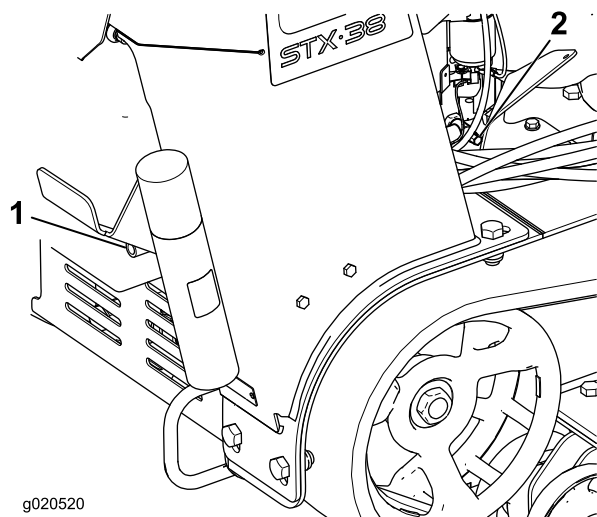

Figure 32
4. Placez un bac sous le flexible de vidange. Tournez le robinet de vidange pour permettre à l'huile de s'écouler (Figure 32).